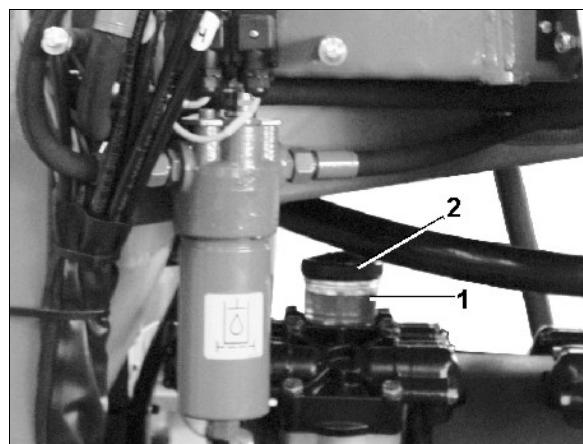

Рис. 192
1. Уровень масла контролируется при неработающем и находящемся в горизонтальном положении насосе по маркировке (Рис. 192/1).
2. Снимите крышку (Рис. 192/2) и долейте масло, если уровень масла у маркировки (Рис. 192/1) не виден.
2. Снимите крышку (Рис. 192/2).
5. Приводной вал проворачивайте попутно вправо и влево, и медленно заливайте новое масло. Необходимое количество масла заполнено, если масло видно у маркировки (Рис. 192/1).